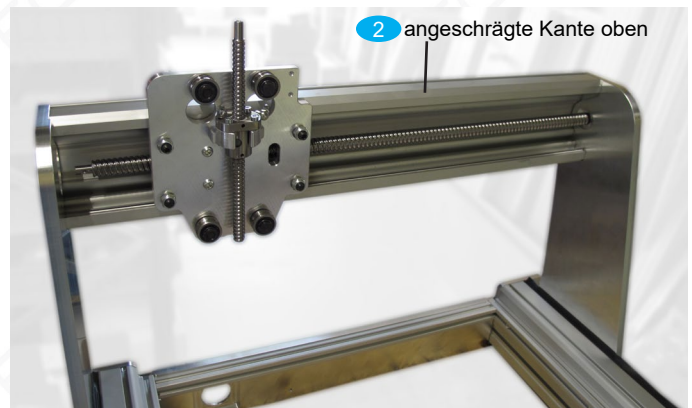

Bild 19: Portalgruppe aus Führungsprofil und Schlitten mit Rollenführung und den Spindeln für X und Z
Die angeschrägte Kante des Führungsprofils zeigt im eingebauten Zustand nach oben (siehe Bild 19).
- Montieren Sie mit Flachkopfschrauben **G3** die Baugruppe aus Führungsprofil und Schlitten zwischen die Portalwangen, wie in Bild 19 gezeigt. Führen Sie dabei das rechte Ende der X-Spindel in das Gleitlager ein. Ziehen Sie die Schrauben nicht fest.